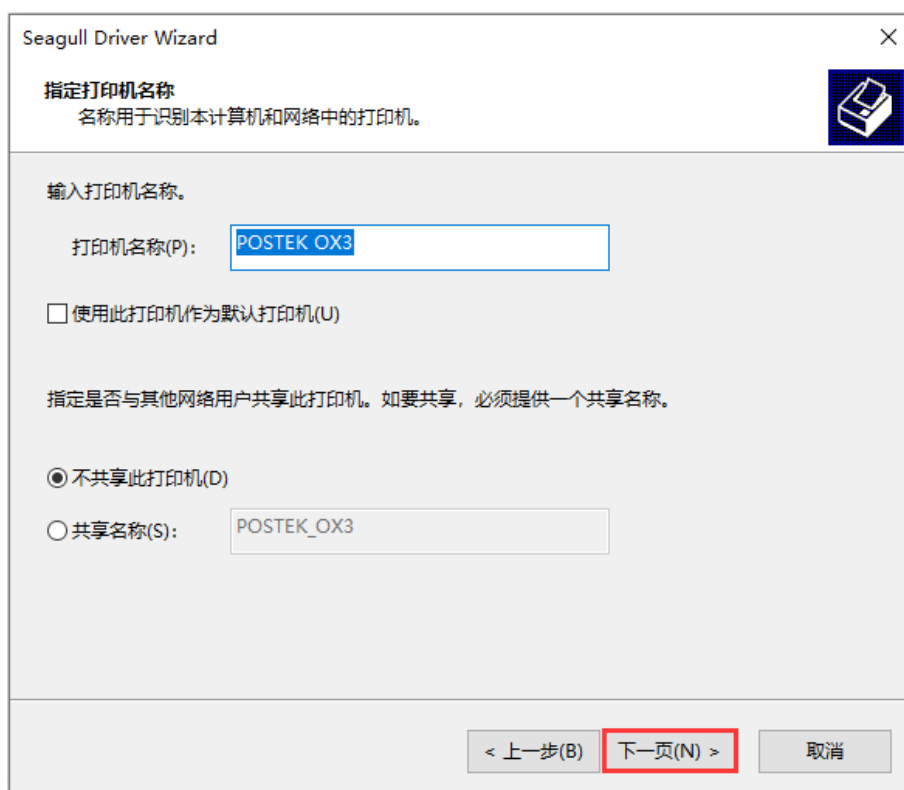

图 2-45 指定打印机名称界面
8. 在“指定打印机名称”界面中，设置打印机名称以及是否将打印机作为默认打印机，如图 2-45 所示，点击“下一页(N)”，完成驱动安装；